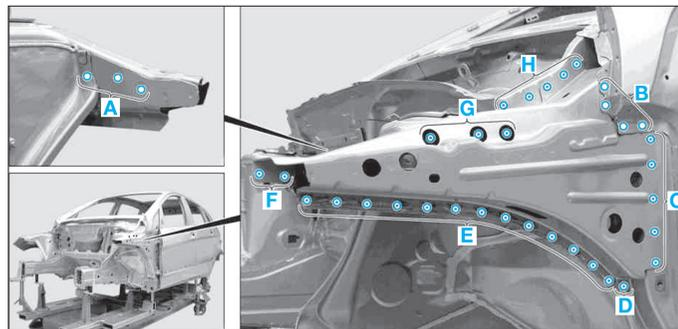

FIG. 4
- Fraiser les points de soudure, zones (C), (D), (E), (F), (G), et (H) (Fig.4).
- Percer des trous (Ø 6,5 mm) dans les zones (A) et (B).